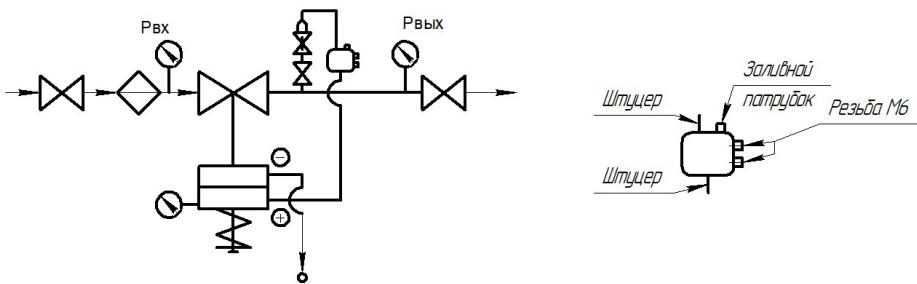

Рисунок 4
- установить штуцер из комплекта регулятора на трубопровод согласно схеме подключения регулятора (рис.4) в месте, удобном для подсоединения импульсной линии. Штуцер вкручивается в запорный кран (внутренняя резьба G ½") на отводе трубопровода;